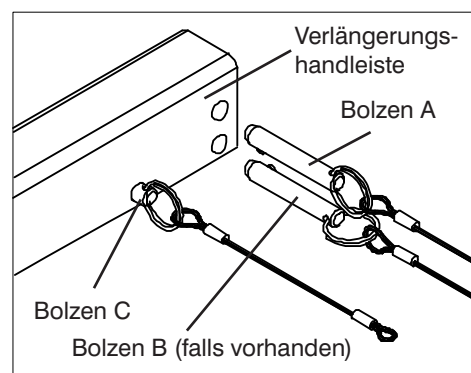

Abbildung 3-13b. Bolzen der Verlängerungs-handleiste
8. Bolzen A und B (falls vorhanden) auf der linken und rechten Seite entfernen (siehe Abbildung 3-13b), und die Verlängerungs-handleiste zurückziehen, damit die Handleiste des vorderen Geländers frei kommt. Sicherstellen, dass der Bolzen C montiert ist und die Verlängerungs-handleiste sichert.